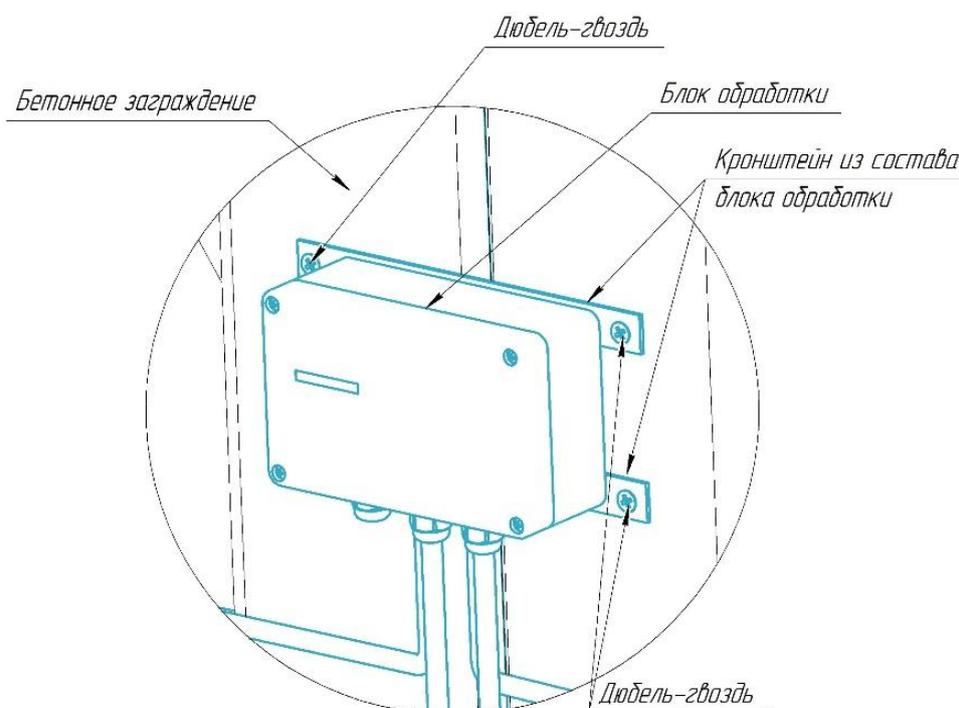

Рисунок 14
– закрепить блок обработки посредством крепежных элементов (рекомендуется использовать дюбель-гвоздь 6x40) (Рисунок 14).